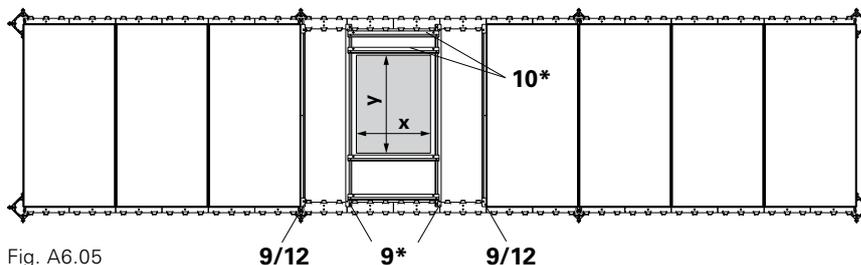

Fig. A6.05
Instalar a viga de extremidade SRT 150-2 (9) verticalmente na extremidade do painel. Inserir a viga de extremidade SRT 150-2 (9\*) numa posição suspensa no pilar. Do mesmo modo, inserir a viga de extremidade SRT 75-2 (10\*) na viga de extremidade (9\*) numa posição suspensa. (Fig. A6.05 + A6.06)